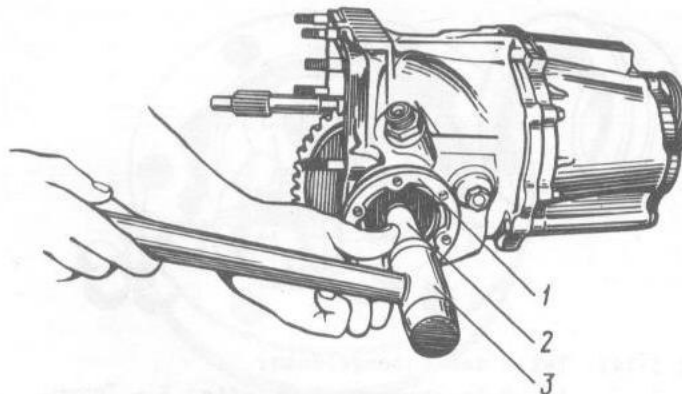

Bild 3-145. Einsatz des Halbachsflansches:
6. Mit Hammer 3 (Bild 3-145) mit leichtem Klopfen die Halbachsflansche 1 mit aufgezogenen Ringen auf den Zapfen des Ausgleichgehäuses treiben.